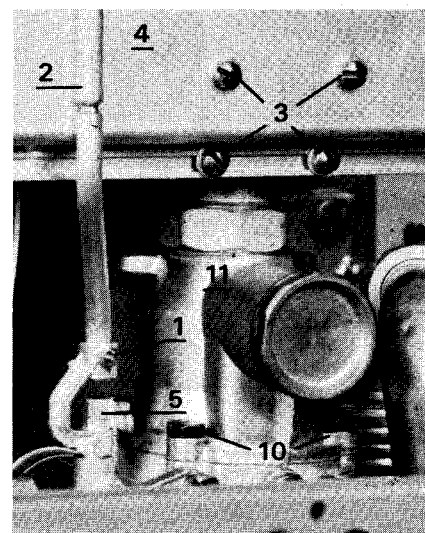

Fig. 14
Sacar el tubo (2) del quemador piloto aflojando el tornillo (1) (fig. 14).
Retirar el portainyectores, sacando los cuatro tornillos (3) (fig. 14).
Sustituir el inyector del piloto, situado dentro de la tuerca (5) fig. 14, colocando la cara brillante hacia arriba.